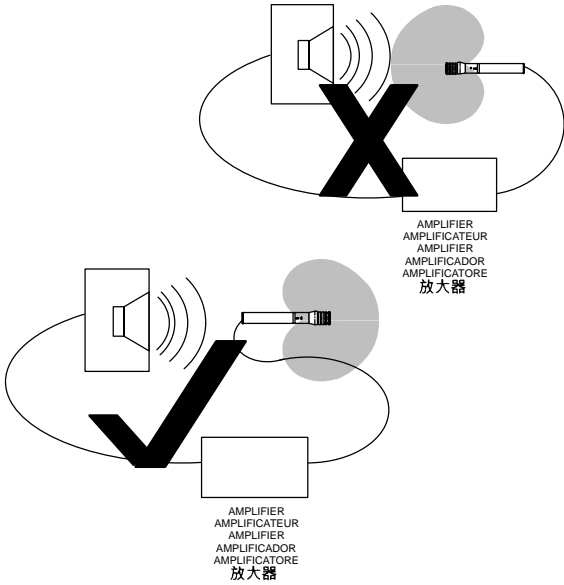

FIGURE 1 | ABBILDUNG 1 | FIGURA 1
2. Das Mikrofon auf die Schallquelle und weg von unerwünschten Schallquellen richten (siehe Abbildung 1), um die beste Verstärkung vor Rückkopplung und Isolierung von unerwünschten Hintergrundgeräuschen zu erreichen. Das BG4.1 zeichnet sich durch ein Kardioidenpolarmuster aus, das am empfindlichsten für Geräusche unmittelbar vor dem Mikrofon ist, während die Tonaufnahme im 180°-Bereich abgeschwächt wird.